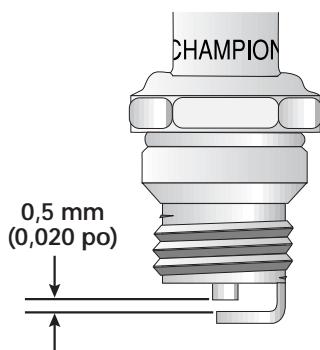

Figure 29
3. Si la bougie est fendillée, encrassée ou sale, remplacez-la. Réglez l'écartement à **0,5 mm (0,020 po)** à l'aide d'une jauge d'épaisseur (Fig. 29).